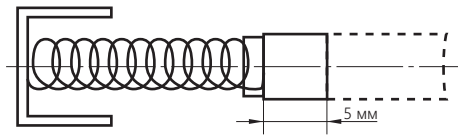

Рисунок 11. Щетка
- извлеките и замените щётки 24, если графитовая поверхность щеток изношена и их длина меньше 5 мм (рис. 11);